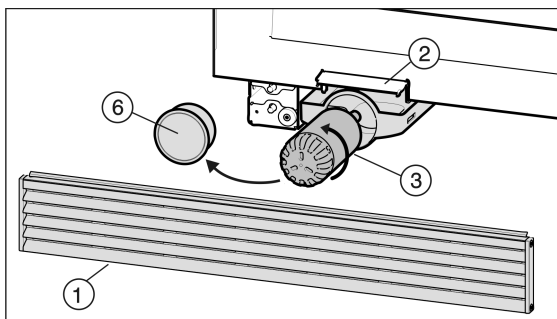

Fig. 6
- ▶ Sujete la rejilla de aire Fig. 6 (1) por la parte superior y retírela hacia delante.
- ▶ Abra la tapa de cambio de filtro Fig. 6 (2).
- ▶ Extraiga el filtro de agua Fig. 6 (3).
- ▶ Retire la tapa del filtro Fig. 6 (6).
- ▶ Gire el filtro de agua Fig. 6 (3) unos 100° en el sentido contrario a las agujas del reloj y retírela.